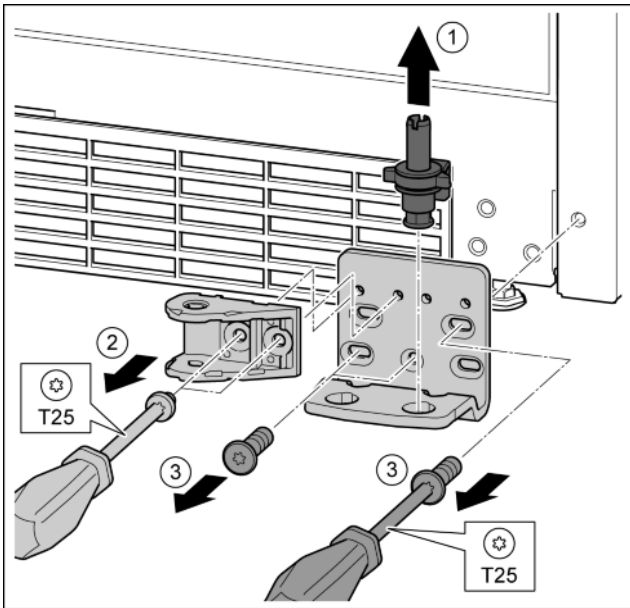

Fig. 30
- ▶ A teljes csapszeget felfelé húzza ki. *Fig. 30 (1)*
- ▶ A T25 csavarhúzóval tekerje ki a csavarokat, és vegye le a záráscsillapítót. *Fig. 30 (2)*
- ▶ A T25 csavarhúzóval tekerje ki a csavarokat, és vegye le a csapágybakot. *Fig. 30 (3)*